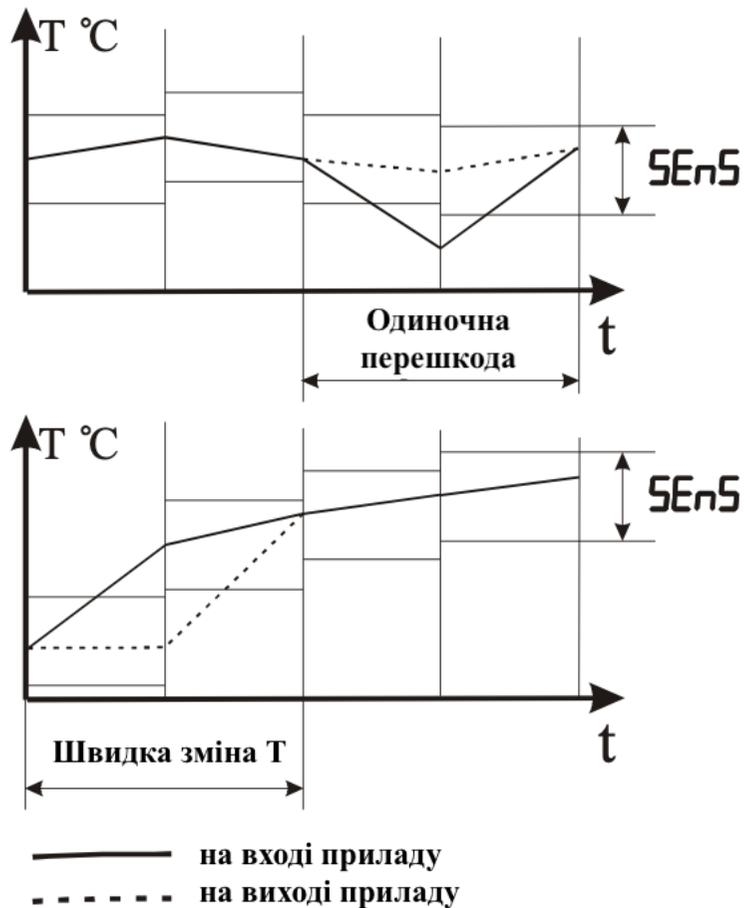

Рисунок 3.2 – Робота фільтра під впливом випадкових перешкод і різких змін сигналу
3.3.3.8 З метою зменшення впливу випадкових імпульсних перешкод на показання в прилад введена цифрова фільтрація. Робота фільтра описується параметром «Смуга фільтра». Якщо поточне значення температури відрізняється від результатів попереднього вимірювання на величину, яка перевищує значення, зазначене в параметрі «Смуга фільтра», то температура вимірюється повторно, а на індикаторі залишається старе значення (див. рисунок 3.2).